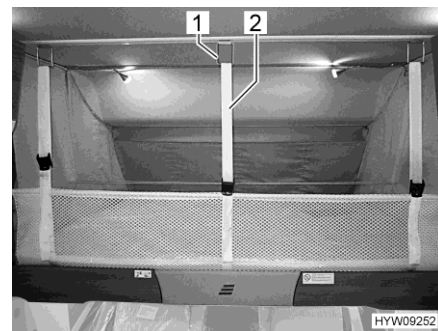

Fig. 107 Red de seguridad (cama elevada)
- Soltar los cinturones de retención (Fig. 107,2) y colocar la red de seguridad debajo del colchón.
- Enganchar los cinturones de retención (Fig. 107,2) en los ganchos (Fig. 107,1) del techo.